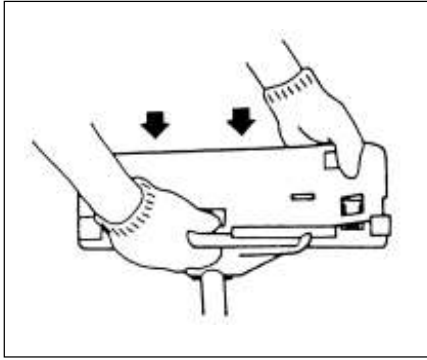

Fig. 1-9
(En) When using a trimmer head (2) with two piece type blade guard, attach the guard extension to the blade guard. (Fig. 1-9)
(It) Quando si usa una testina a filo (2) con coprilama di tipo di due pezzi, applicare l'allungamento al coprilama. (Fig. 1-9)
(Sp) Cuando use el cabezal recortador (2), con el protector de cuchilla tipo de dos piezas, conecte el protector de extensión al protector de cuchilla. (Fig. 1-9)
(Fr) Lorsque l'on utilise une tête de coupe à fil nylon (2) avec un carter de protection du type en deux parties, veuillez fixer l'extension du carter de protection sur le carter lui-même afin de rehausser sa jupe latérale. (Fig. 1-9)
(Ge) Bei Einsatz eines Trimmerkopfes (2) mit Doppelstückmesserschutz die Schutzverlängerung am Messerschutz befestigen. (Fig. 1-9)
(Sw) Vid användning av trimmerhuvudet (2) försett med tvådelat klingskydd skall skyddsförlängningen fästas vid klingskyddet. (Fig. 1-9)